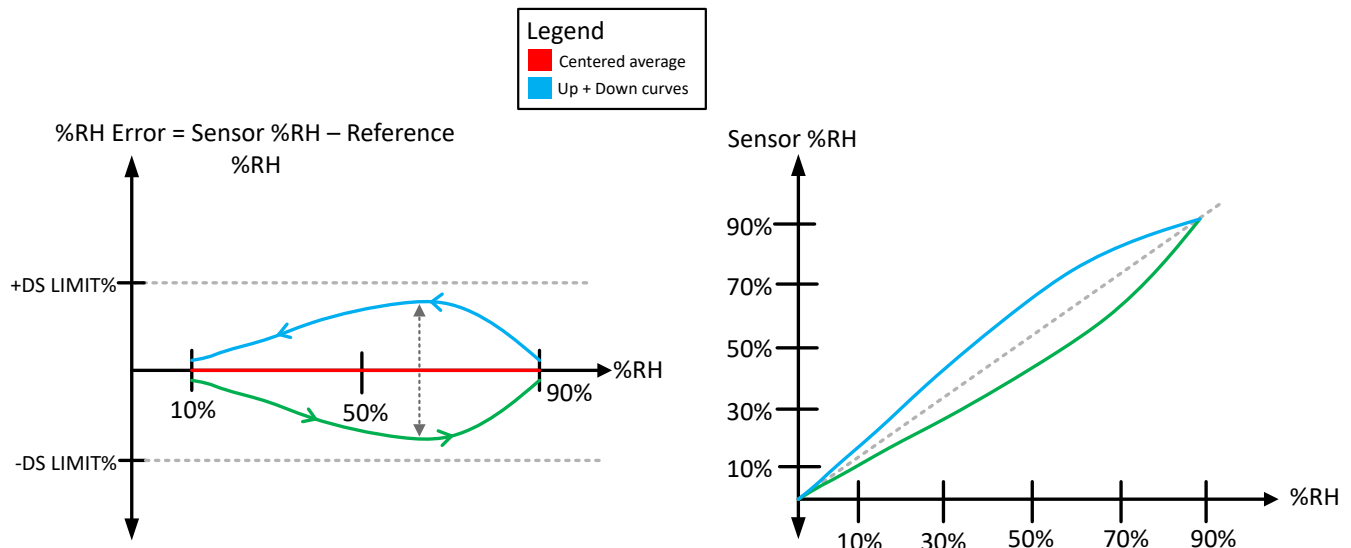

图 2-2. RH 迟滞示例
- RH 迟滞**：上升曲线（环境 RH 增加时的 RH 误差）或下降曲线（环境 RH 减小时的 RH 误差）与上升曲线和下降曲线的中心平均值之间的差异。正 RH 迟滞是中心平均值与下降曲线之间的间隙，负 RH 迟滞是中心平均值与上升曲线之间的间隙。之所以会出现迟滞，是因为检测聚合物记忆了以前检测到的湿度条件。因此，如果以前暴露于低 RH 条件则 RH 传感器的 RH 误差将略微为负，以前暴露于高 RH 条件则略微为正。RH 迟滞的确切形状可能随不同的环境温度而变化。图 2-2 展示了“上升和下降”曲线两个不同的视图，一个显示 RH 误差与参考 RH 间的关系，另一个显示测得的 RH 与参考 RH 间的关系。